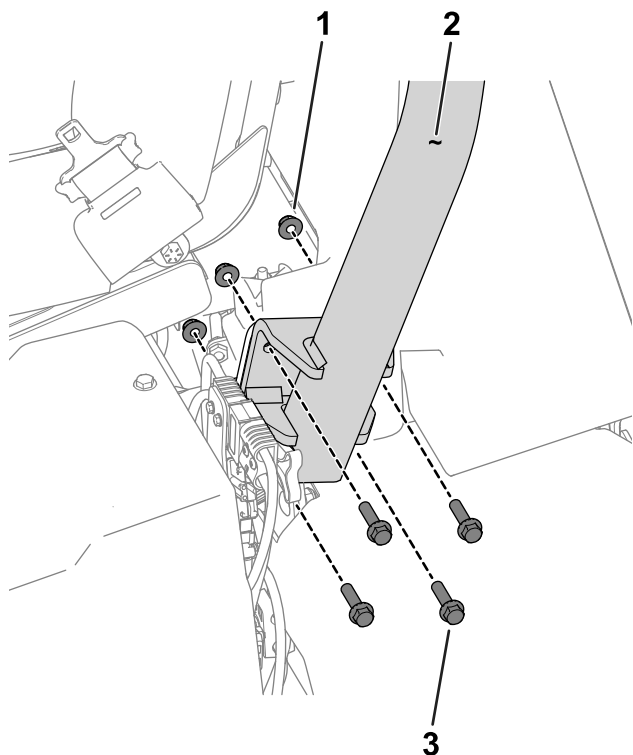

Figura 3
3. Utilizai 8 uruburi cu cap hexagonal ($\frac{3}{8}$ x 1 $\frac{1}{2}$ ") i 8 piulie ($\frac{3}{8}$ ") pentru a monta bara antiruliu în suportii- de pe fiecare parte a mainii (Figura 3).